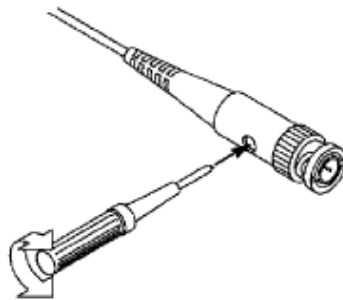

Abbildung 3-5: Prüfspitzenabgleich
- Überprüfen Sie die angezeigte Wellenform und stellen Sie die Prüfspitze ein, bis die Kompensation korrekt ist. Siehe *Abbildung 3-4* und *Abbildung 3-5*.